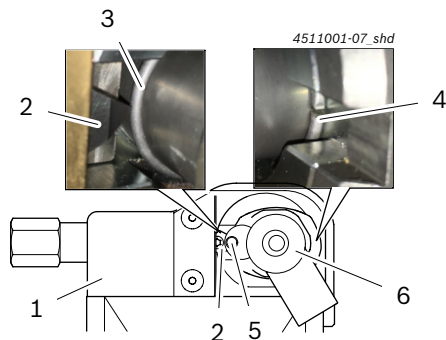

図 8: サークリップの正しい位置
4. サークリップ (図 8、位置4) の開口部を最大壁厚の反対側に回します。
⇒ サークリップ (図 8、位置3) はスローアウェイチップ (図 8、位置2) と同じ高さに配置されています。